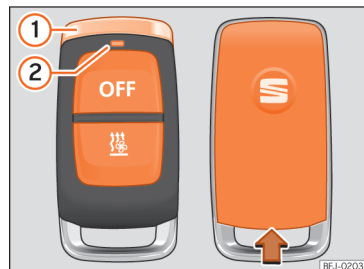

Рис. 118 Автономний опалювач: пульт дистанційного управління.
Під час натискання клавіш світлодіодний індикатор пульта » **рис. 118** ② надає таку інформацію:
- Тримайте пульт дистанційного керування хромованим штифтом >>> **рис. 118 ①** вертикально вгору.
- Уставте відповідний інструмент, наприклад викрутку, в напрямку стрілки в паз на корпусі пульта дистанційного управління >>> **рис. 118**.
- Посуньте кришку в напрямку, протилежному стрілці, до чутного звуку фіксації >>> **рис. 118**.